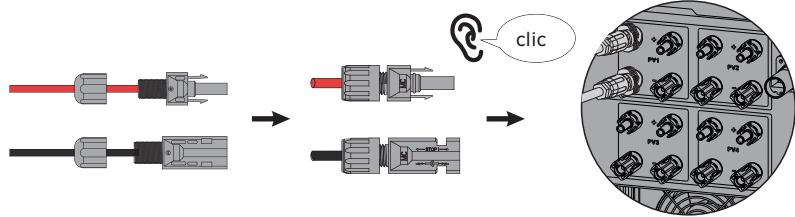

Figura 4.1-6 El conector FV está conectado al inversor
Paso 4. Enrosque la tuerca y enchúfela en el lado del inversor. Se oirá un "clic" si los conectores están insertados correctamente en los enchufes FV, como se muestra en la Figura 4.1-6.